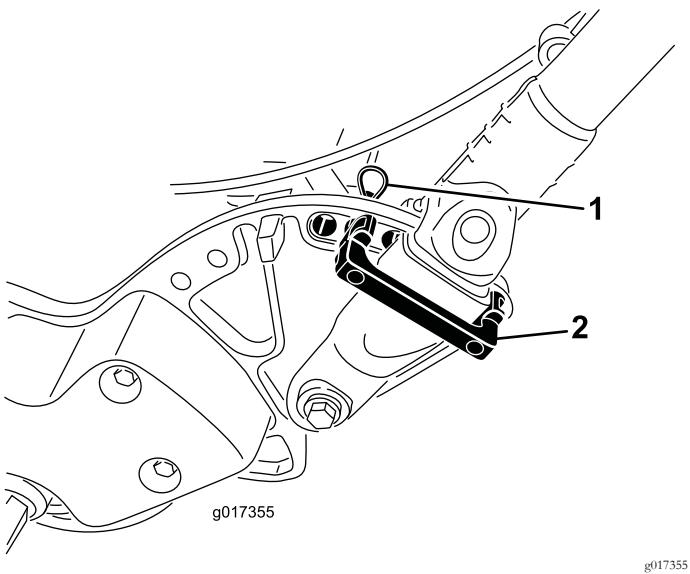

Figura 32
1. Retire as chavetas dos fixadores do manípulo em cada lado do cortador (Figura 32).
2. Enquanto segurar no manípulo, retire as chavetas de cada lado e rode o manípulo até o colocar na posição desejada para sua utilização (Figura 32).